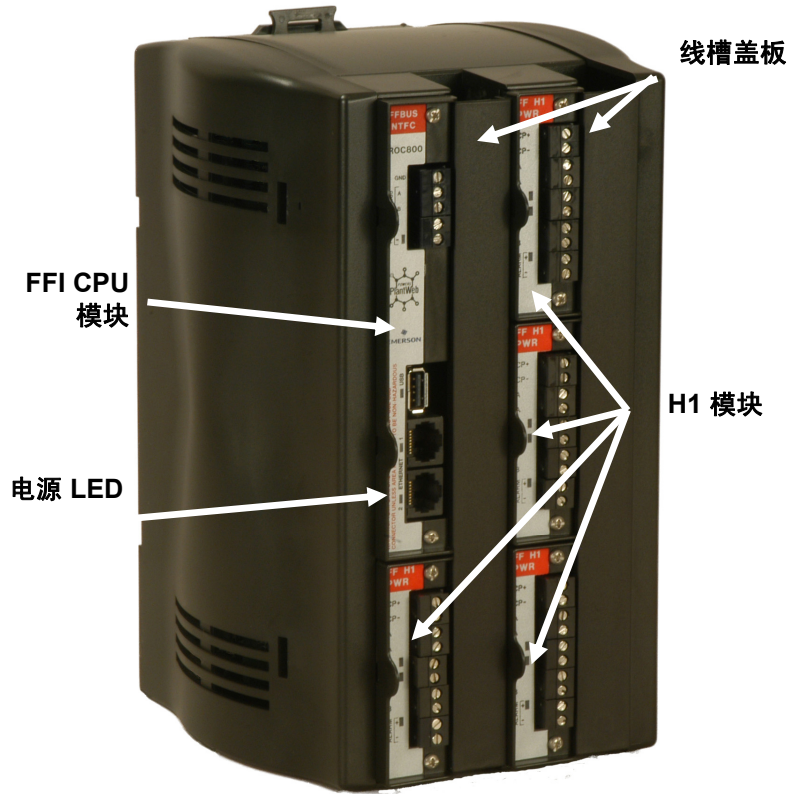

图 13. FOUNDATION 现场总线接口
3. 完成接线端子的接线后，将线槽盖板在线槽按入到位。请参阅图 13。
4. 接通电源启动 FFI。FFI 上的电源 LED 指示灯（请参阅图 13）应呈绿色亮起，指示所应用的电压正确。